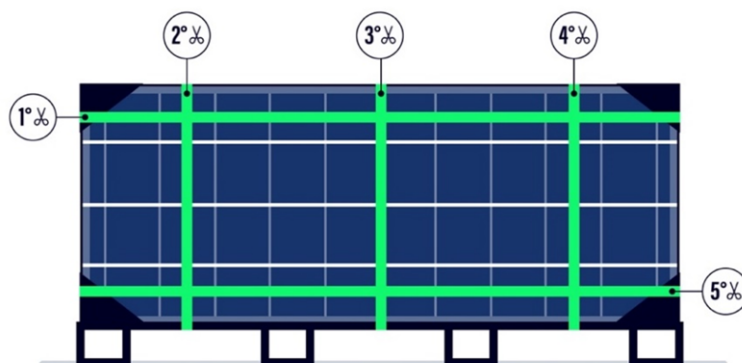

Figura 17: Posizioni delle cinghie interne.
- c) Tagliare quattro delle cinghie interne. Per prima cosa tagliare la cinghia #1 (Figura 17) la cinghia orizzontale sulla parte superiore, quindi tagliare le cinghie #2, #3, #4, quelle verticali, in qualsiasi ordine. Non tagliare la cinghia #5 fino al passaggio "e)".